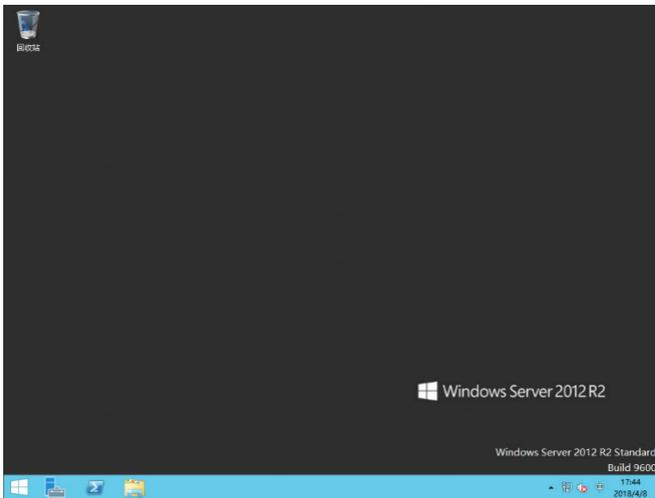

图 6-18
- s. 单击蓝色登录按钮，进入操作系统桌面。如图 6-18 所示。